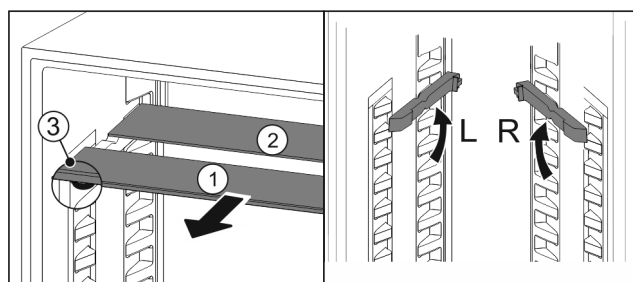

Fig. 21
- Wyciągnąć Fig. 21 (1) pojedynczo półki szklane do przodu.
- ▷ Płyta szklana Fig. 21 (1) z listwą ozdobną znajduje się z przodu.
- ▷ Stopery Fig. 21 (3) wskazują w dół. Urządzenia z komorą zamrażalnika*